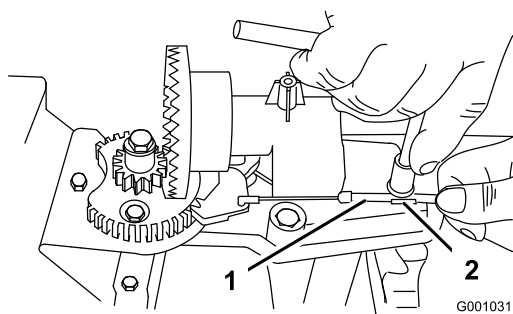
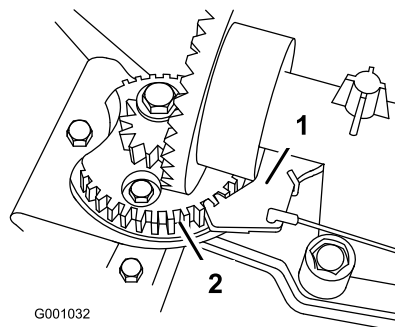

Figure 48
Figure 49
- Desserrez le boulon du serre-câble (Figure 48).
- Saisissez la gaine du câble et déplacez-la vers l'avant de la machine jusqu'à ce que le cliquet de verrouillage de l'éjecteur s'engage complètement dans les dents du secteur (Figure 48 et Figure 49).
Remarque: Le cliquet est rappelé par ressort et s'engage naturellement dans les dents du secteur (Figure 49).